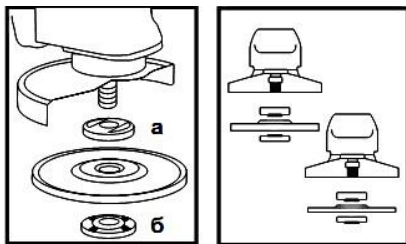

Рисунок 2
### 4.4 Встановіть на виріб шліфувальний або відрізний круг. Для цього натисніть на кнопку фіксації шпинделя (1) і проверніть його до такого положення, при якому він зафіксується. За допомогою вилочного ключа з комплекту виробу відверніть і зніміть затискну гайку (б) (дивіться рисунок 2). Встановіть шліфувальний диск на посадкове місце фланцевої шайби (а) (рисунок 2), наживіть рукою затискну гайку на шпиндель і затягніть її ключем з комплекту приладу.